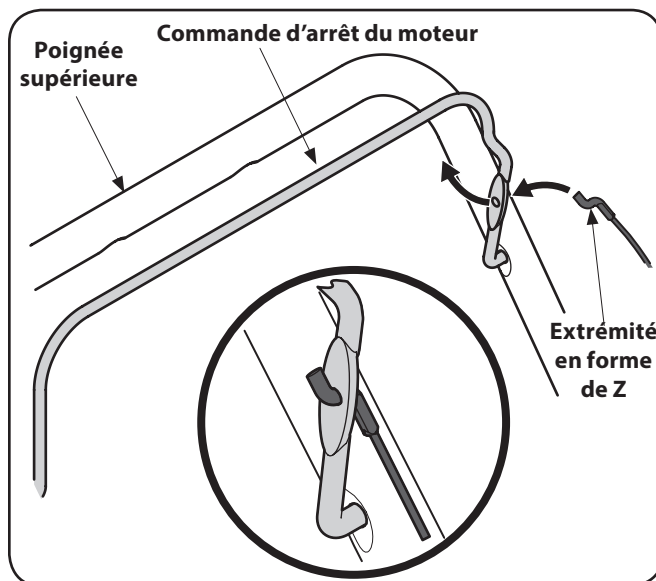

Figure 3-2
1. Accrochez l'extrémité en forme de Z du câble sur la commande d'arrêt du moteur à partir de l'extérieur. Voir Figure 3-2.